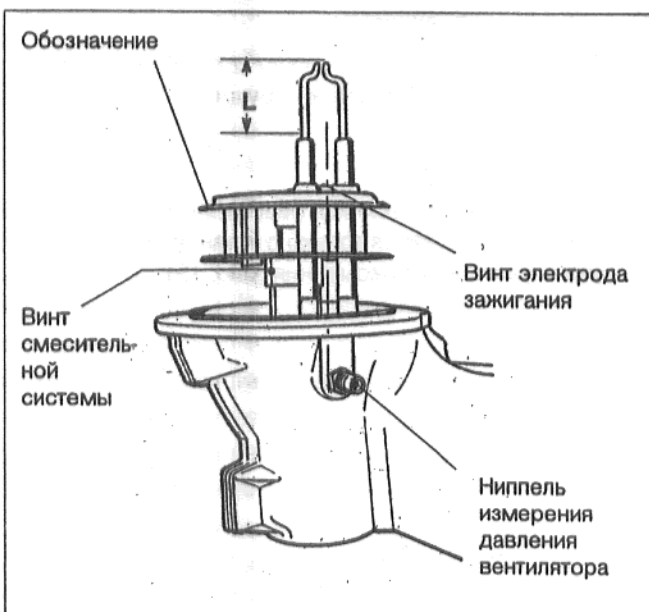

Рис.11
- Ослабить винт смесительной системы (рис. 11).
Электроды зажигания не должны иметь отложений. Необходимо выдерживать размеры, указанные в дополнительном формуляре "Технические данные", при необходимости очистить или заменить электроды зажигания. Для демонтажа ослабить винт между электродами зажигания (рис. 11).
Легкий черный налет на смесительной системе является нормальным явлением и не оказывает отрицательного влияния на ее работу. При сильном загрязнении необходимо очистить или заменить смесительную систему, при этом следует обратить внимание на обозначение смесительной системы и параметры в дополнительном формуляре "Технические данные" (рис.11).
- Смотровая и удерживающая трубка должны быть вставлены друг в друга (рис. 11а).
- Центральная ось между электродами зажигания должна совпадать с ниппелем измерения давления вентилятора (рис. 11).
Рис.11а